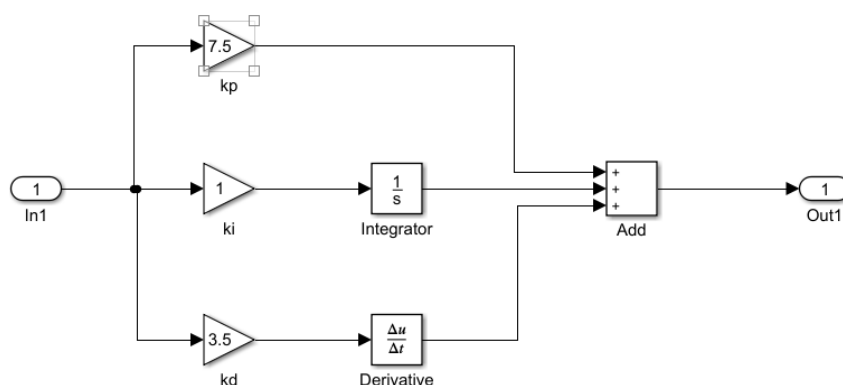

图 7-1 PID 三阶控制系统中子系统的 Simulink 仿真模型
- 4、将组成子系统需要的模块都添加到 Subsystem 模块编辑窗口中，合理排列，用信号线连接好，如图 7-1: